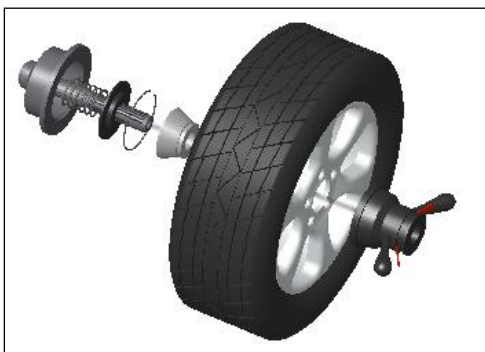

Fig. 1a
2. Método A. Cono interior (Fig. 1a)